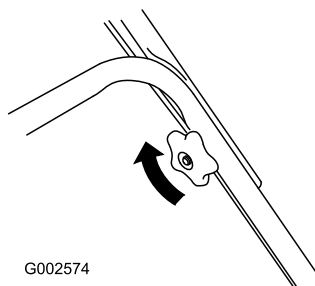

Figura 5
2. Apriete los pomos del manillar (Figura 5).